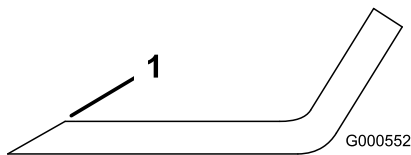
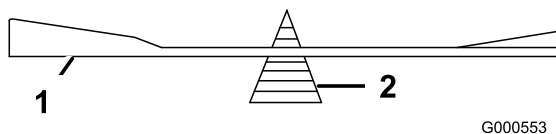

Figura 48
Figura 49
- Utilice una lima para afilar el filo de corte en ambos extremos de la cuchilla (Figura 48). Mantenga el ángulo original. La cuchilla permanece equilibrada si se retira la misma cantidad de material de ambos bordes de corte.
- Verifique el equilibrio de la cuchilla colocándola sobre un equilibrador de cuchillas (Figura 49). Si la cuchilla se mantiene horizontal, está equilibrada y puede utilizarse. Si la cuchilla no está equilibrada, rebaje algo el metal en la parte de la vela solamente (Figura 48). Repita este procedimiento hasta que la cuchilla esté equilibrada.